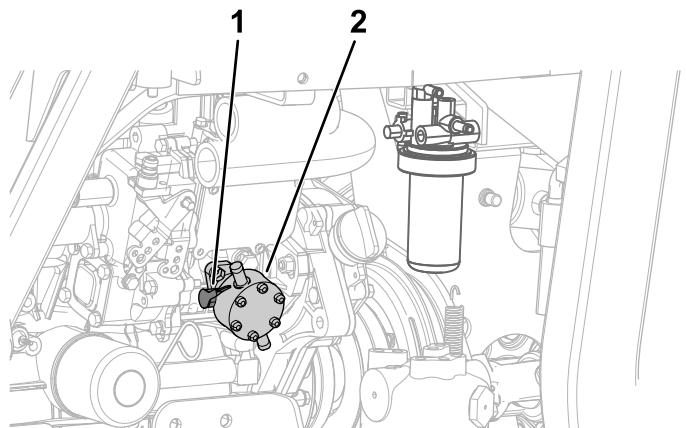

Figure 64
Sur le côté gauche du moteur, actionnez le levier de la pompe à carburant jusqu'à ce que la cuvette du filtre à carburant soit pleine (Figure 64).
7. Actionnez le levier de la pompe à carburant jusqu'à ce que le carburant s'écoule régulièrement par la vis ; voir Figure 64 sous Amorçage du circuit d'alimentation \(page 57\).